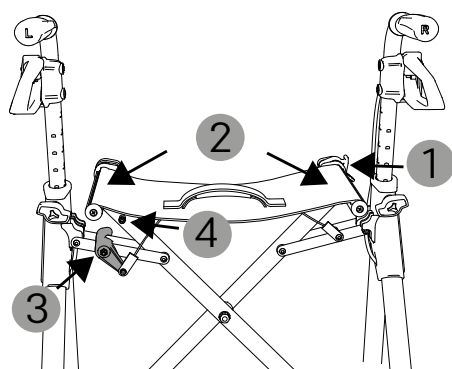

fig. 2
2. Eventualmente sganciare i ganci del blocco di chiusura (1, fig. 2) (vedere il capitolo "Apertura e chiusura del deambulatore").
3. Premere verso il basso allontanando i tubi laterali della seduta (2, fig. 2) fino a quando il deambulatore non è completamente aperto e il rivestimento del sedile non è disteso.
4. Si sentirà il blocco montante scattare in posizione (3, fig. 2) nell'apposito perno (4, fig. 2) presente sotto al rivestimento del sedile: a questo punto il deambulatore sarà correttamente aperto.